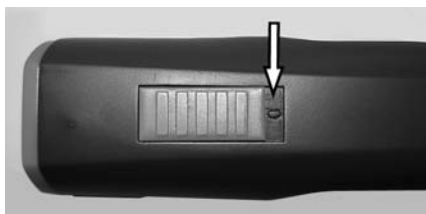

Fig. 4 Brytare i läge FRÅN ("0")
1. Kontrollera om det finns främmande partiklar och föroreningar på klippersns kontakter (1) och på batteriet (2).
2. Säkerställ att klippersns brytare är i läge OFF ("0") (fig. 4).
1. Vrid brytaren till läge "0" (fig. 4).
2. Tryck på batterispärren (2) på båda sidorna inåt och dra ut batteriet (1) ur klippern.
3. För in det laddade batteriet (1) i klippern (2) tills batterispärren aktiveras på båda sidorna.